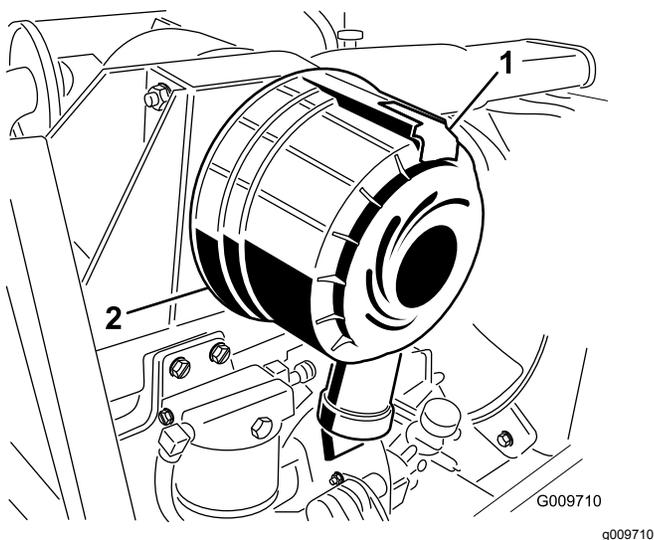

図 29
1. ラッチを引いて外し、カバーを左にひねってボディからはずす **図 29**。